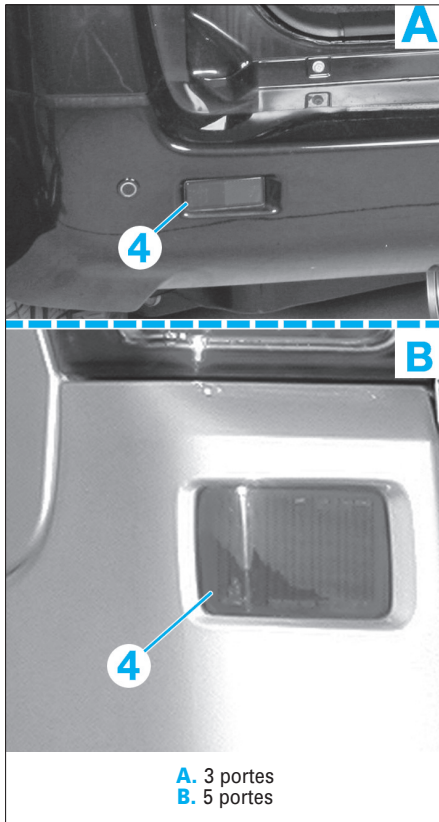

FIG. 71
• Dégrafer les réflecteurs (4) puis déposer les écrous (Fig.71).